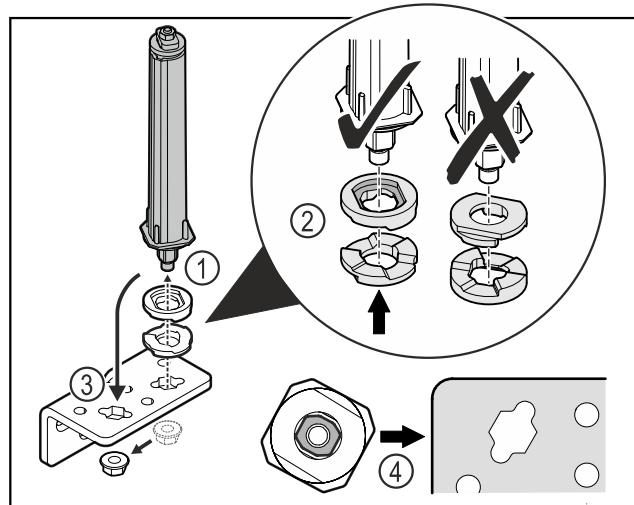

Fig. 31
- Uvoľnite maticu a odstráňte systém zatvárania dverí Fig. 31 (1).
- Dbajte na správne vyrovnanie podložiek na výškové prestavenie Fig. 31 (2).
- Premiestnite systém zatvárania dverí v uholníku závesu a zafixujte ho maticou Fig. 31 (3).
- Dbajte pri nasadzovaní na správne vyrovnanie systému zatvárania dverí Fig. 31 (4).